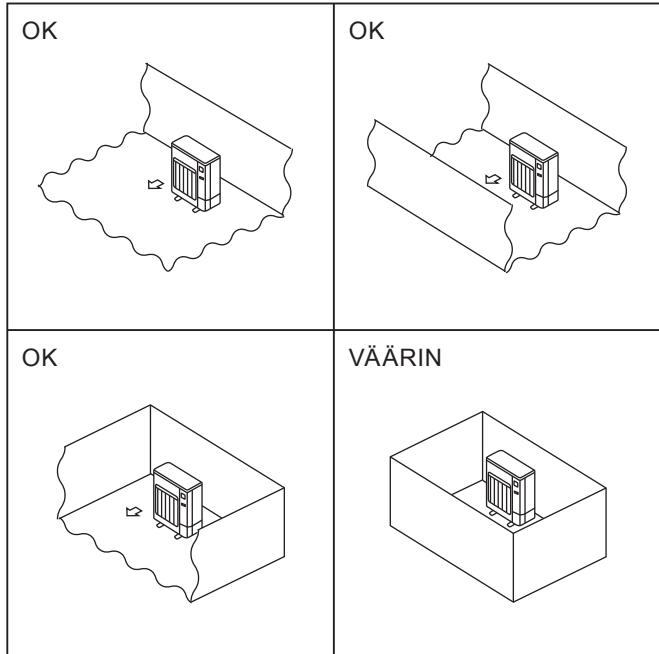

Fig. 2-1
- Asennus ulkoysiköön paikkaan, jossa vähintään yksi neljästä sivusta on avoin. Asennuspaikan on oltava riittävästi suuri, eikä siinä saa olla syvennyksiä. (Fig. 2-1)